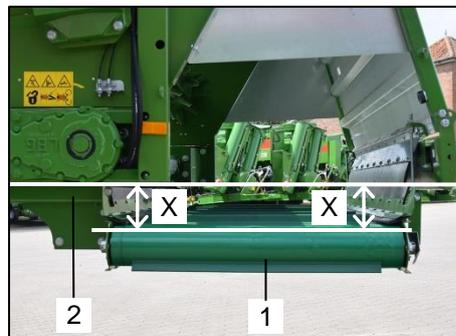

Bild 132: Winkel prüfen
Das Querförderband (Bild 132 / Pos.1) muss bei korrekter Einstellung parallel zum Maschinenrahmen (Bild 132 / Pos.2) verlaufen. Um die Einstellung zu prüfen, gehen Sie wie folgt vor:
- Befestigen Sie eine gerade Schiene unter dem Längsträger (Bild 132 / Pos.2) der Maschine. Die Schiene muss komplett über das Querförderband (Bild 132 / Pos.1) hinaus reichen.
- Messen Sie das Abstandsmaß „X“ zwischen Längsträger (Bild 132 / Pos.2) und Querförderband (Bild 132 / Pos.1) an der Vorderseite und an der Rückseite des Querförderbandes.